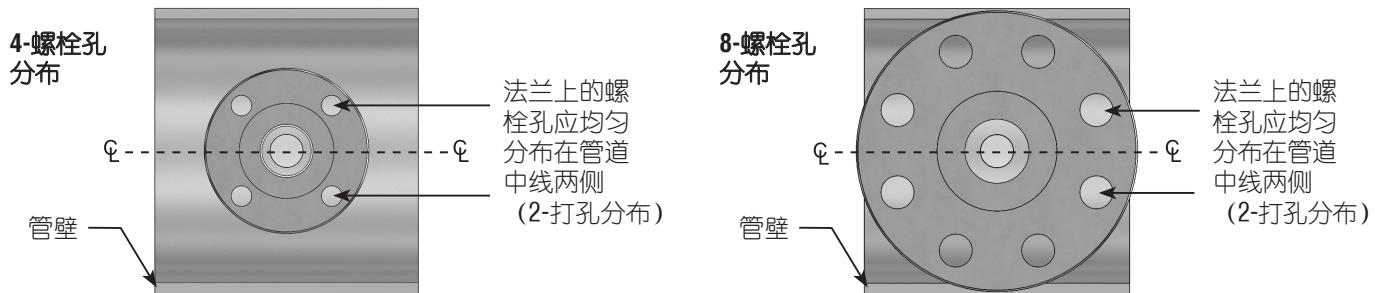

图 4. 法兰方向
- 标记出要安装威力巴[®]探头的位置。将下法兰座放在标记中心上。确保正确的焊接缝隙（通常为 1.5mm [1/16"]），通过点焊将下法兰座固定到位。注意图 4 所示的法兰方向。法兰上的螺栓孔应均匀分布在管道中线两侧（2-打孔分布）。根据适用的焊接工艺，完成下法兰座与管道的焊接。